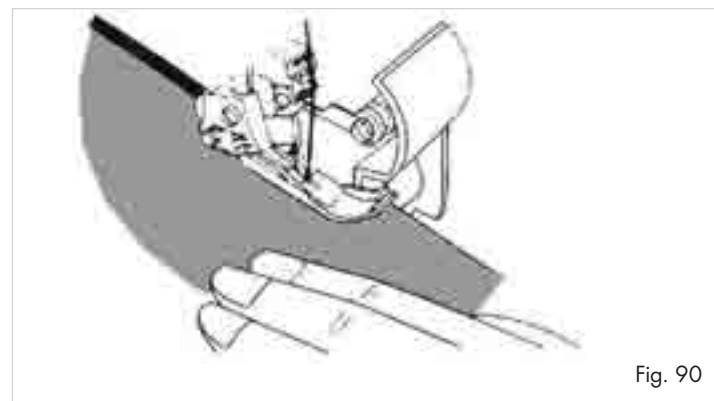

Fig. 90
- Coaseți, iar apoi tăiați materialul în surplus (fig. 90).